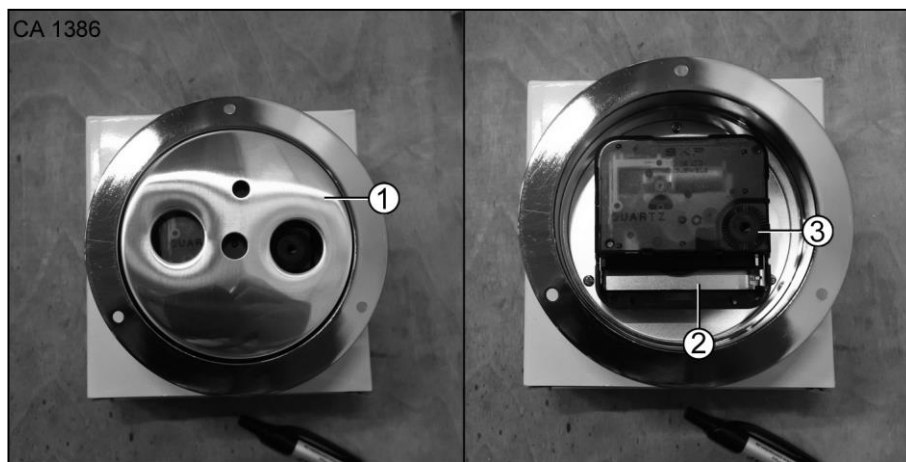

Fig. 192 Horloge
2. Enlever le recouvrement (Fig. 192/1) sur la face arrière de l'horloge.
3. Remplacer la pile (Fig. 192/2) si nécessaire (1,5 V AA).
4. Régler l'heure en tournant la roue (Fig. 192/3).